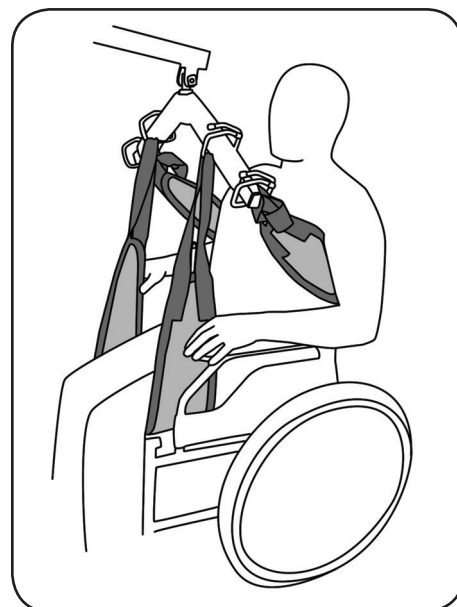

Abb. 8.3.05 – Liftergurt an Transportbügel befestigt
8. Hängen Sie die Beinschlaufen parallel, entsprechend dem Kapitel **Transportbügel**, an die Haken des Transportbügels. Achten Sie dabei auf die gleiche Position. Diese erkennen Sie an der farblichen Kennzeichnung der Schlaufen. (Abb. 8.3.05)
9. Hängen Sie die Schulterschlaufen, entsprechend dem Kapitel **Transportbügel**, an die Haken des Transportbügels. Achten Sie auch hier auf die gleiche Position, erkennbar an der farblichen Kennzeichnung der Schlaufen. (Abb. 8.3.05)